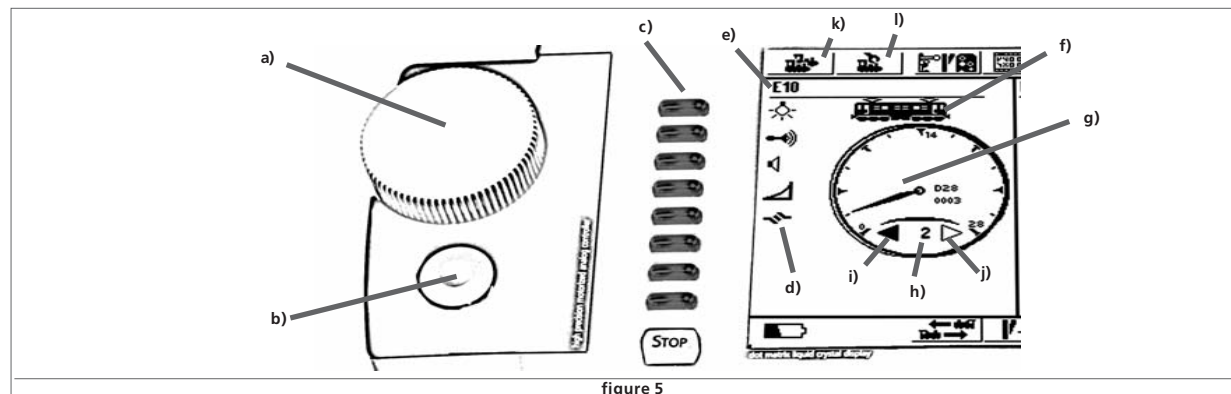

figure 5
Chaque poste de conduite comprend plusieurs éléments comme indiqué en figure 5:
- Tourner le bouton de vitesse vers la droite et observez le déplacement de la locomotive. L'aiguille du tachymètre indique la vitesse, et le cran de vitesse est également affiché (voir Figure 5 h).